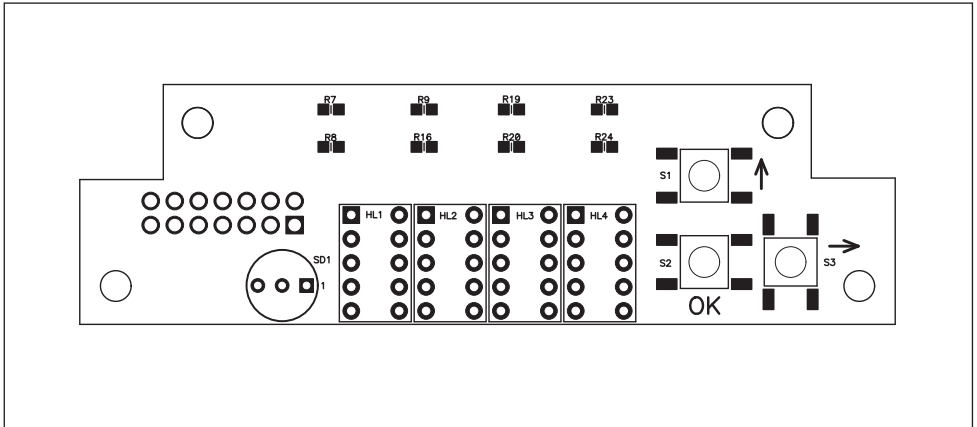

Рис.3 Плата индикации и управления
Настройка прибора и изменение параметров работы производится тремя кнопками **ОК**, **ВВЕРХ** и **ВПРАВО**. Кнопки расположены на плате индикации и управления (рис.3), активизируются только после входа в меню настройки (см. п.3. Инструкция по настройке).
- Кнопкой **ВПРАВО** можно перейти в следующий пункт меню или выбрать следующую цифру для изменения. Пункты меню чередуются в соответствии с деревом меню рис.3.